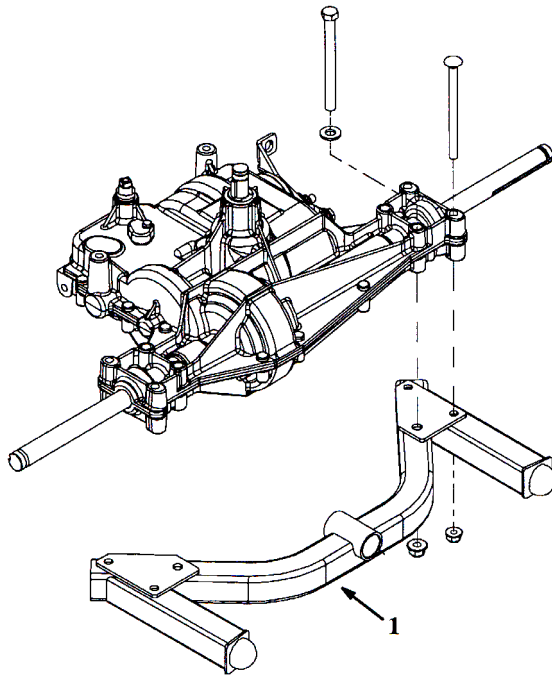

図3
6. 新しいボルトにサルキー・ヒッチを通す。取り付け位置は図3を参照。
7. ナット (5/16 in が4個、3/8 in が2個) を使って、ヒッチをトランスアクスルに固定する (図3)。